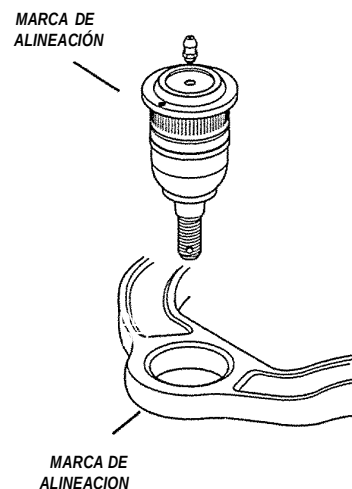

FIGURA 1
- Coloque la nueva junta de rotula en la horquilla superior con la marca del orificio perforado para alineamiento orientada hacia fuera hacia la rueda (VER FIGURA 1).